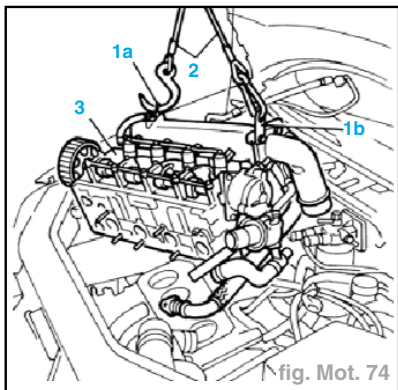

fig. Mot. 74
- Mettre en place les étriers (1a) et (1b) pour soutenir la culasse pendant la dépose (fig. Mot. 74).